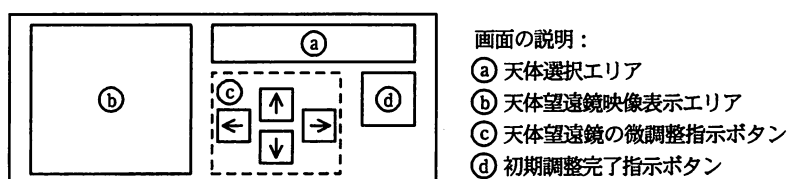

図3 観測中の PC の画面イメージ、及び画面の説明
観測中の PC の画面イメージ、及び画面の説明を、図3に示す。
観測システムには、初期調整モード及び観測モードの二つのモードがある。各モードの説明文中の①～④は図3のエリア又はボタンを示す。